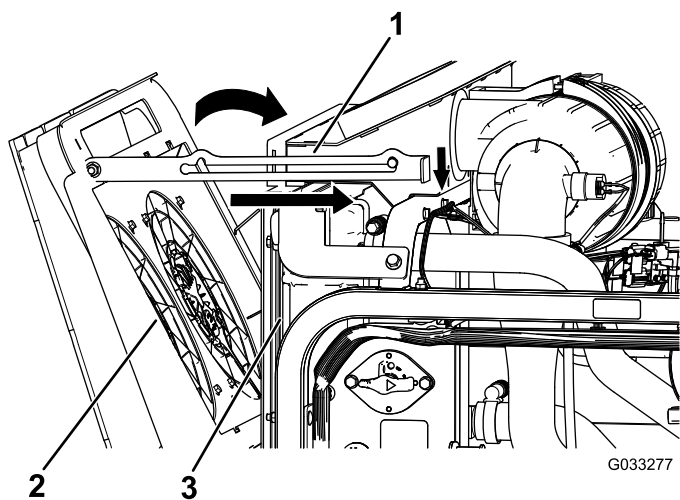

Figure 87
4. Faites pivoter les ventilateurs de refroidissement du moteur vers l'avant et calez la béquille dans le cran (Figure 87).